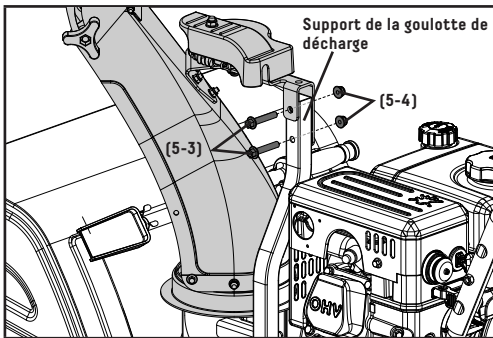

Figure 9B
- Retirez les boulons (5-3) et les écrous (5-4) du support de la goulotte de décharge. Mettez la goulotte de décharge de la neige sur la base du corps de la machine. Attachez le support de la goulotte de décharge au moyen des boulons (5-3) et des écrous (5-4) (figure 9B).